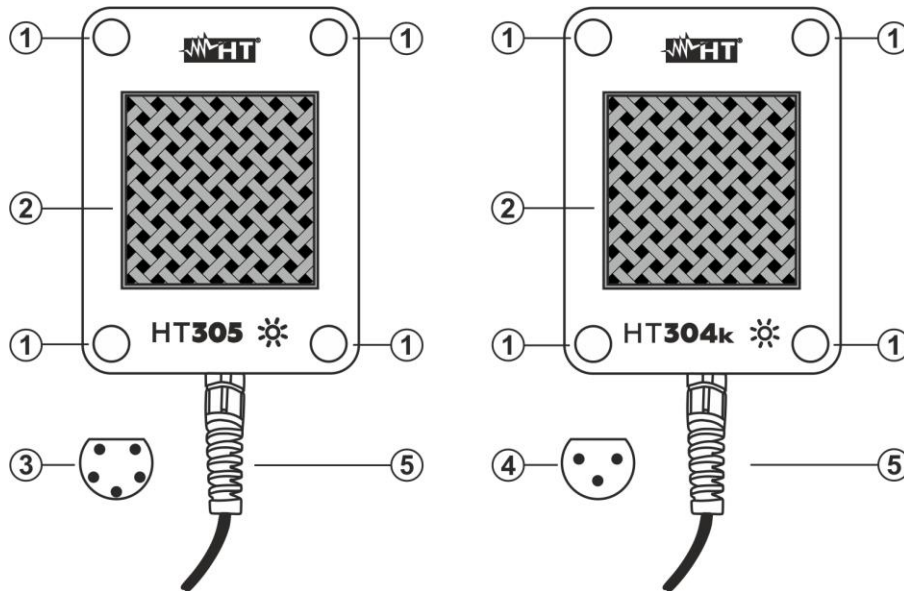

Fig. 1 Descrizione dell'accessorio
4. Collegare il connettore del cavo di collegamento (**5 poli** per **HT305** o **3 poli** per **HT304k** – vedere Fig. 1 – parti 3 e 4) all'unità remota SOLAR03 (HT305) o all'unità remota SOLAR-02 o strumenti Master con connettore HT 3 poli (HT304k)